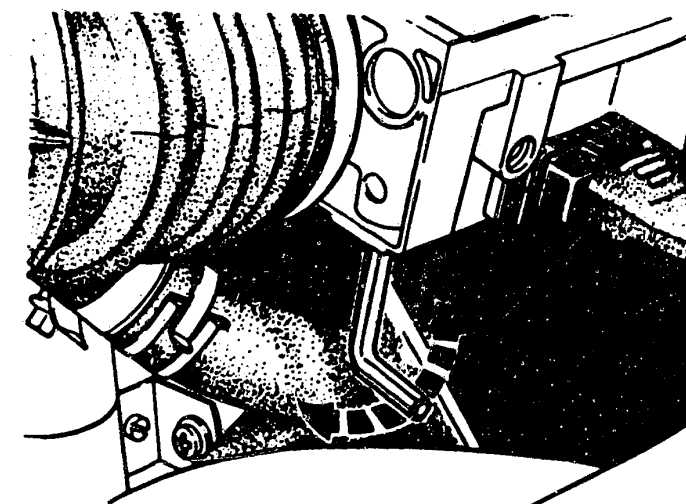

Bild 28 Einstellung des CO-Gehaltes am Luftmengenmesser mit einem Inbusschlüssel.
b) Der **CO-Gehalt** kann an der Umgehungsschraube am Luftmengenmesser eingestellt werden (Bild 28). Beim V6-Motor ist die Einstellung am hinteren Luftmengenmesser nur vorzunehmen, wenn der Einstellwert mit dem vorderen nicht erreicht wird. Die Motorendrehzahl muss 15s lang auf 3000/min. gehalten und der CO-Wert innerhalb 10...30s eingestellt werden.